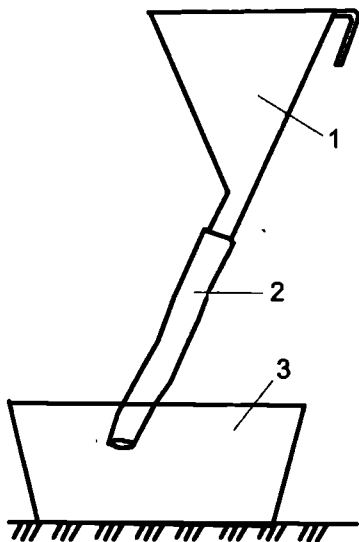

Рис. 38. Устройство для сбора облепихи:
**Устройство для сбора облепихи.** Сбор ягод, особенно таких как облепиха, дело весьма непростое. Хотя и здесь можно облегчить работу, если использовать приспособление, которое состоит из пластмассовой воронки диаметром 200 мм и гибкого шланга от пылесоса (рис. 38).